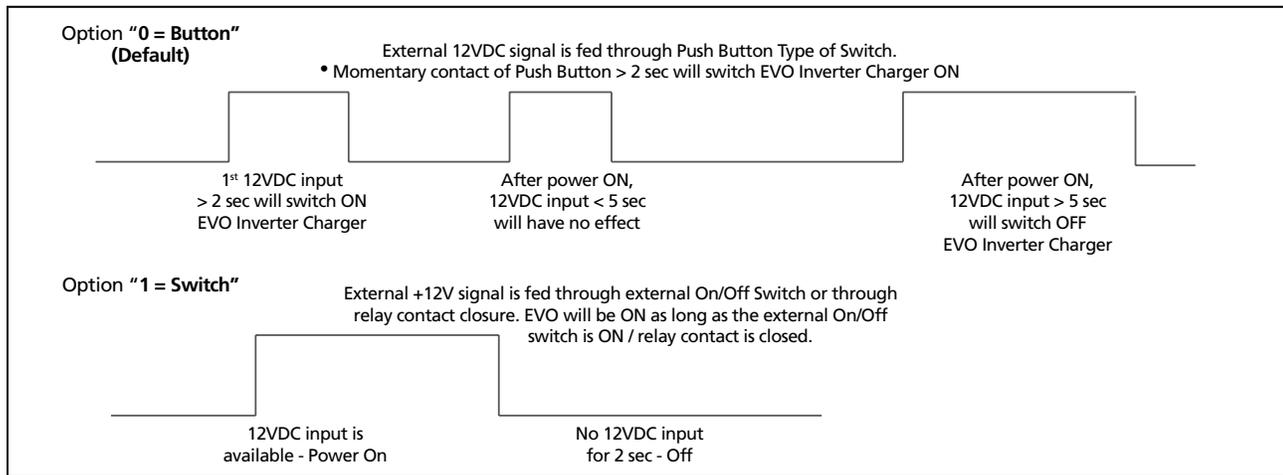

Fig 4.8. On/Off Logic Diagram for Remote Switch Options
On/Off Logic Diagram is shown in Fig 4.8 below:
1. On/Off Logic shown in Fig 4.8 also controls the operation of the On/Off Button on the front panel of EVO™ Inverter/Charger (11, Fig 2.1 in EVO™ Inverter/Charger Owner's Manual). The Default Setting is "0 = Button".
2. If the On/Off control is changed to external "Remote Switch", it will not be possible to switch On/Off the EVO™ Inverter/Charger from the front panel On/Off Push Button because it will work with Switch Type Logic at Fig 4.8: it will be ON only as long as the Push Button is kept pressed and will switch off when released.
2. Si la commande de On / Off externe est changé en « l'interrupteur à distance », il ne sera pas possible d'activer / désactiver l'onduleur/chargeur EVO™ à partir du panneau avant sur le bouton-poussoir On / Off qu'il travaillera avec le type de commutateur logique à Fig 4.8 : il sera sur qu'aussi longtemps que le bouton est maintenu enfoncé et s'éteint lorsqu'il est relâché.